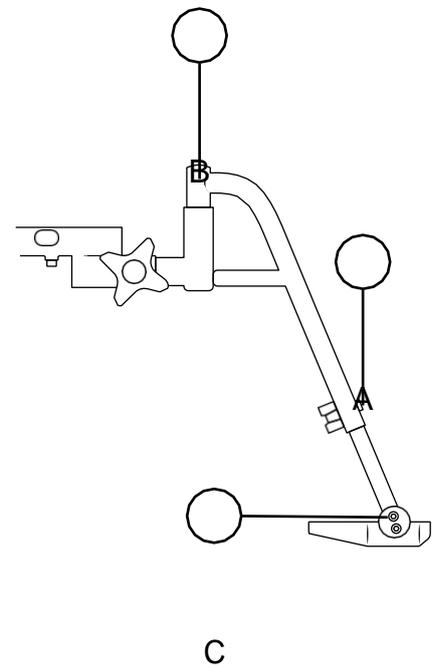

Fig. 5.56. Supporto della gamba trasversale.
I poggiambraccioli trasversali possono essere rimossi senza attrezzi e possono essere orientati lateralmente. I poggiambraccioli sono regolabili in altezza (A), nell'angolo del poggiambracciolo (B) e nell'angolo del poggiapiedi (C), cfr. Fig. 5.56.